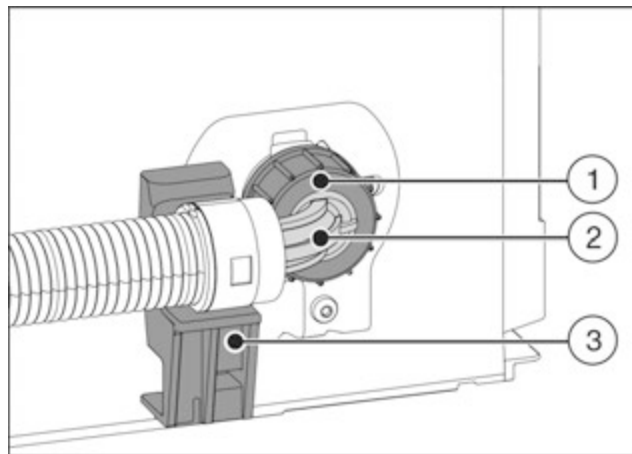

Fig. 23
- ▶ Розмістити та утримувати кінець шлангу під кутом Fig. 23 (2) горизонтально на тримачі Fig. 23 (3).
- ▶ Накрутити гайку Fig. 23 (1) рукою на різьбу до досягнення надійної міцної посадки.